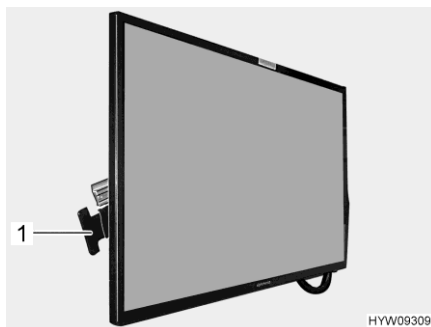

Fig. 86 Schermo piatto
- Premere e tenere premuta la maniglia (Fig. 86,1) in direzione dello schermo piatto. Lo schermo piatto è sbloccato.